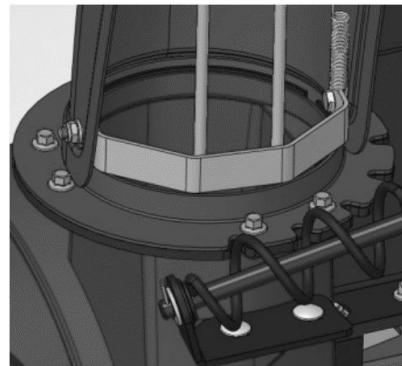

Рисунок 6
-Установите пластиковую втулку (2) на переднюю часть ротатора желоба.
-Установите ротатор желоба с 1 плоской прокладкой (1) и 1 шплинта (3).
Установите 1 кусок разгрузочного желоба через направляющий цилиндр и закрепите его 3-мя частями предельного блока (3). Используйте 6 штук шестигранного болта (5) и 6 штук фиксирующего болта (1) для их блокировки (см. Рис. 5, рис. 6).